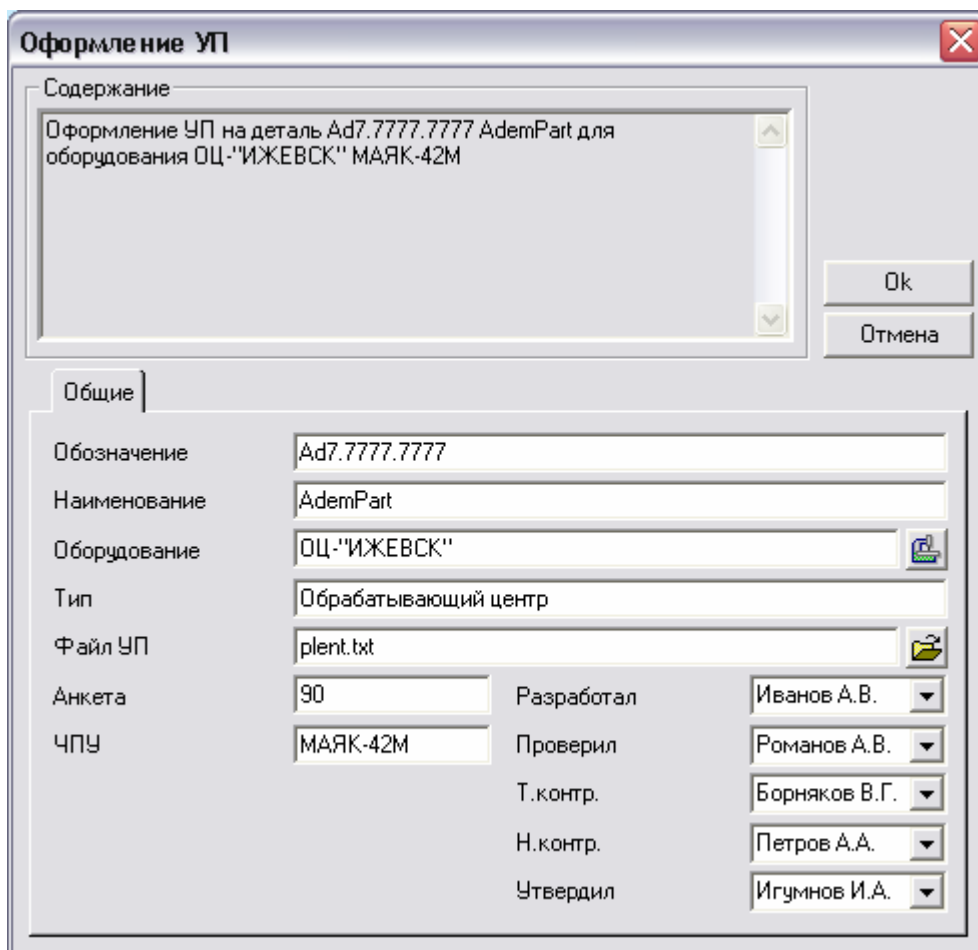

Рис. 109. Диалог объекта «Оформление УП».
4. В появившемся диалоге **Оформление УП** (см. Рис. 109) измените из предложенных по умолчанию параметров необходимые. Для выбора оборудования из БД нажмите кнопку  в поле **Оборудование** и выберите необходимое оборудование, на которое создана УП. Для выбора файла с управляющей программой из файловой системы нажмите кнопку  в поле **Файл УП** и выберите файл. Нажмите кнопку **Ok** в диалоге **Оформление УП**.